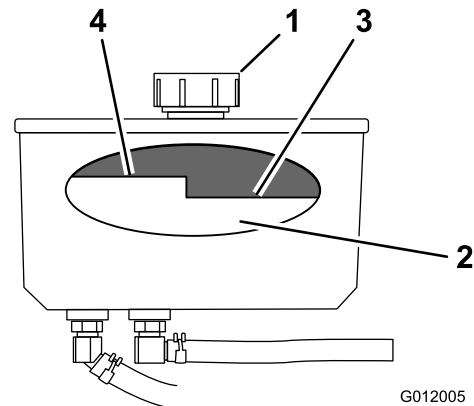

Figura 80
4. Limpie alrededor del cuello de llenado y el tapón del depósito de aceite hidráulico (Figura 80).
5. Retire el tapón del cuello de llenado (Figura 80).
Nota: El nivel de aceite debe estar por debajo del nivel caliente del tabique cuando el aceite está caliente (Figura 80).